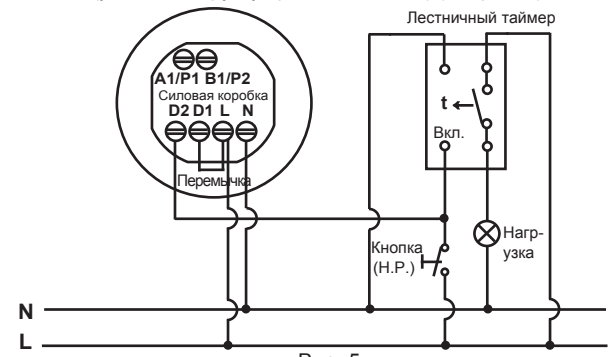

Рис. 5
- Один датчик управляет лестничным таймером (установите ручку времени на  $\sqrt{t}$ ) (см. рис. 5).